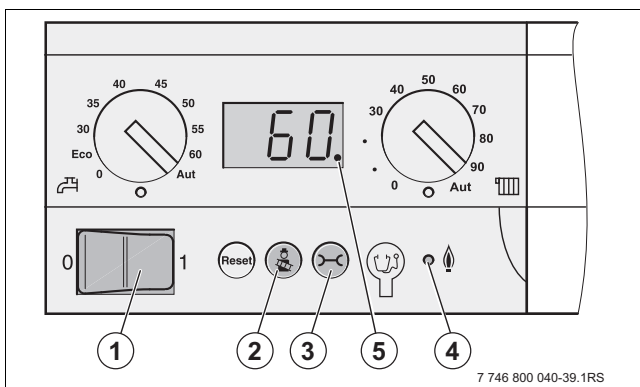

Fig. 54 Unitatea de comandă a controlerului de bază
- ▶ Setați întrerupătorul principal (→ fig. 54, [1], pagina 31) de la nivelul panoului de comandă la „0” (Opr).
- ▶ Setăți întrerupătorul principal (→ fig. 54, [1], pagina 31) de la nivelul panoului de comandă la „0” (Opr).